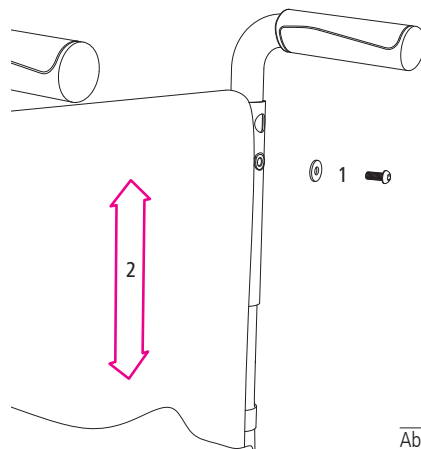

Abb.46
1. Lösen Sie dazu die Innensechskantschraube (1, Abb. 46) oben am Rückenrohr (bzw. die Knebelschraube der Höhenverstellung bei höhenverstellbaren Schiebegriffen).
2. Bringen Sie nun das Rückenpolster in die gewünschte Position (2, Abb. 46) und setzen Sie anschließend die Schraube wieder ein.